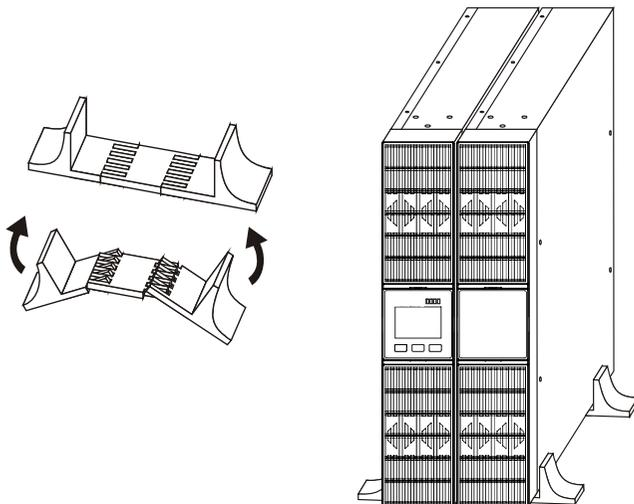

Рисунок 12 – Порядок установки ИБП совместно с БМ в вертикальное напольное (настольное) положение
**7.1.6** Совместную установку ИБП и БМ в вертикальное положение следует производить аналогично п.7.1.4 при помощи кронштейнов для вертикальной установки и вставок кронштейнов из комплекта поставки ИБП или БМ (см. рисунок 12).